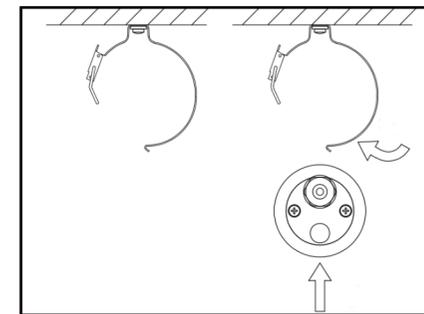
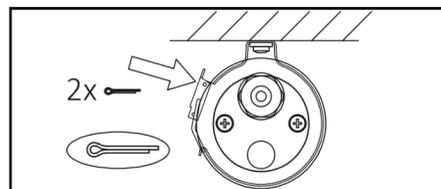
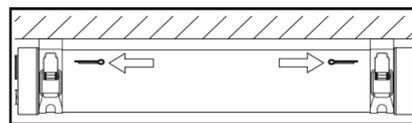

Рис. 2
Рис. 3
Рис. 4
- Закрепите скобы на поверхность установки и вставьте в скобы осветительный прибор (рис. 2). **Внимание!** Для надежной фиксации осветительного прибора необходимо использовать шпильки, которые входят в комплект поставки (рис.3). Для жесткой фиксации положения скобы шпильки необходимо установить в боковые отверстия в замках на скобах (рис. 4).